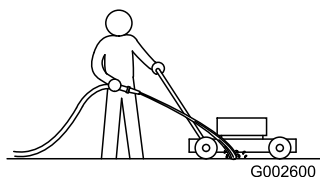

Figura 42
1. Collocate il tosaerba su una superficie piana pavimentata, con il motore acceso, e spruzzate un getto d'acqua davanti alla ruota **destra** posteriore (Figura 42).